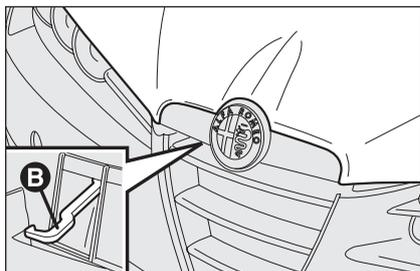

fig. 82
- tirare a fondo la levetta **B-fig. 82** e sollevare il cofano, mantenendo tensionata la leva